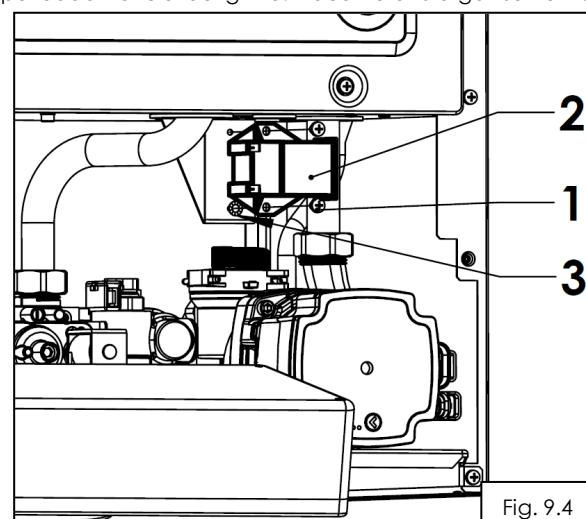

Fig. 9.4
Inlocuirea transformatorului de aprindere (2) fig.9.4 presupune următoarele operații:
- se deconectează toți conectorii de pe transformatorul de aprindere (2);